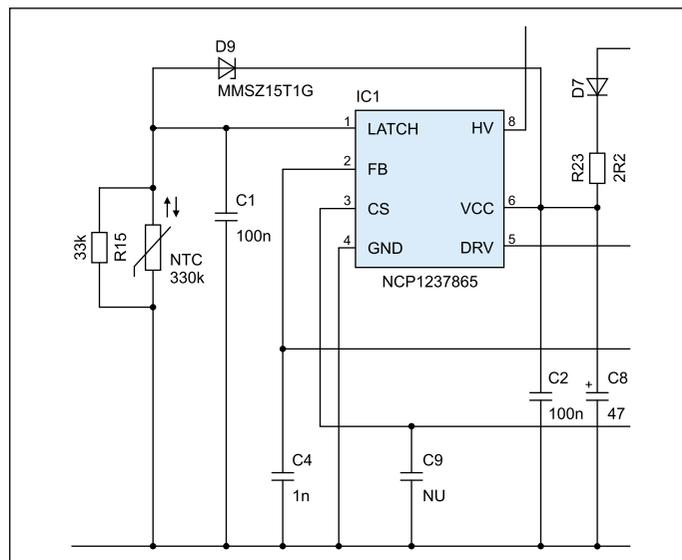

Рис. 3. Фрагмент схемы устройства с контроллером NCP1237, поясняющий работу вывода Latch [5]
- Вход защелкивания с двойной функцией (рис. 3). С помощью вывода Latch можно обеспечить дополнительную внешнюю защиту от превышения напряжения или температуры. Если напряжение на этом выводе находится между 0,8 и 2,5 В (если этот вывод не подключен, на нем 1,2 В), на выходе драйвера генерируются импульсы. Для обнаружения перегрева устройства можно использовать внешнюю схему из резистора с отрицательным температурным коэффициентом, который при повышении температуры опустит напряжение на этом выводе ниже 0,8 В (при этом выход драйвера будет отключен), и стабилитрона, который обеспечит нужное смещение [5]. Для фильтрации помех, наведенных на подключенный вывод Latch, можно использовать развязывающий конденсатор. Во время плавного старта на этот конденсатор подается ток предварительного заряда $I_{NTC(SSSTART)}$, который заряжает его и тем самым предотвращает ложное срабатывание схемы защиты от перегрева. Максимальное рекомендованное значение емкости развязывающего конденсатора равно 325 нФ. Помните: во время плавного старта защита от перегрева не работает.